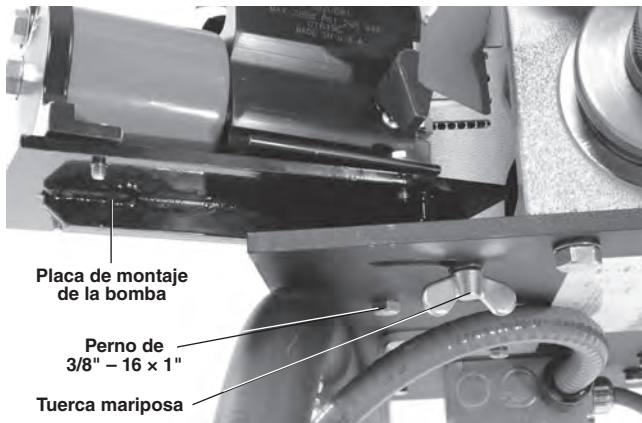

Figura 6 – Montaje de la bomba hidráulica
7. Coloque la placa de montaje de la bomba sobre el agujero y la ranura del lado del interruptor de la máquina 918-I. Desde debajo de la chapa de montaje, introduzca el perno de  $\frac{3}{8}$ " – 16 x 1" y su arandela dentro del agujero y atorníllelo a la base de montaje de la bomba (Figura 6).